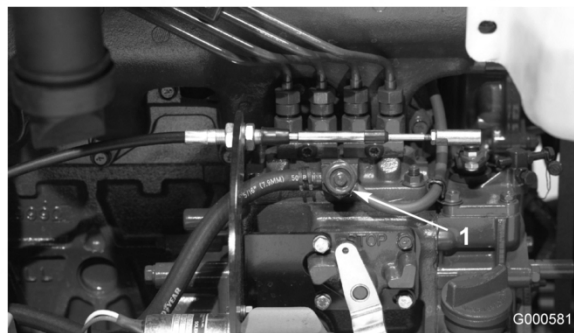

Figure 37
3. Desserrez la vis de purge sur la pompe d'injection (Figure 37).